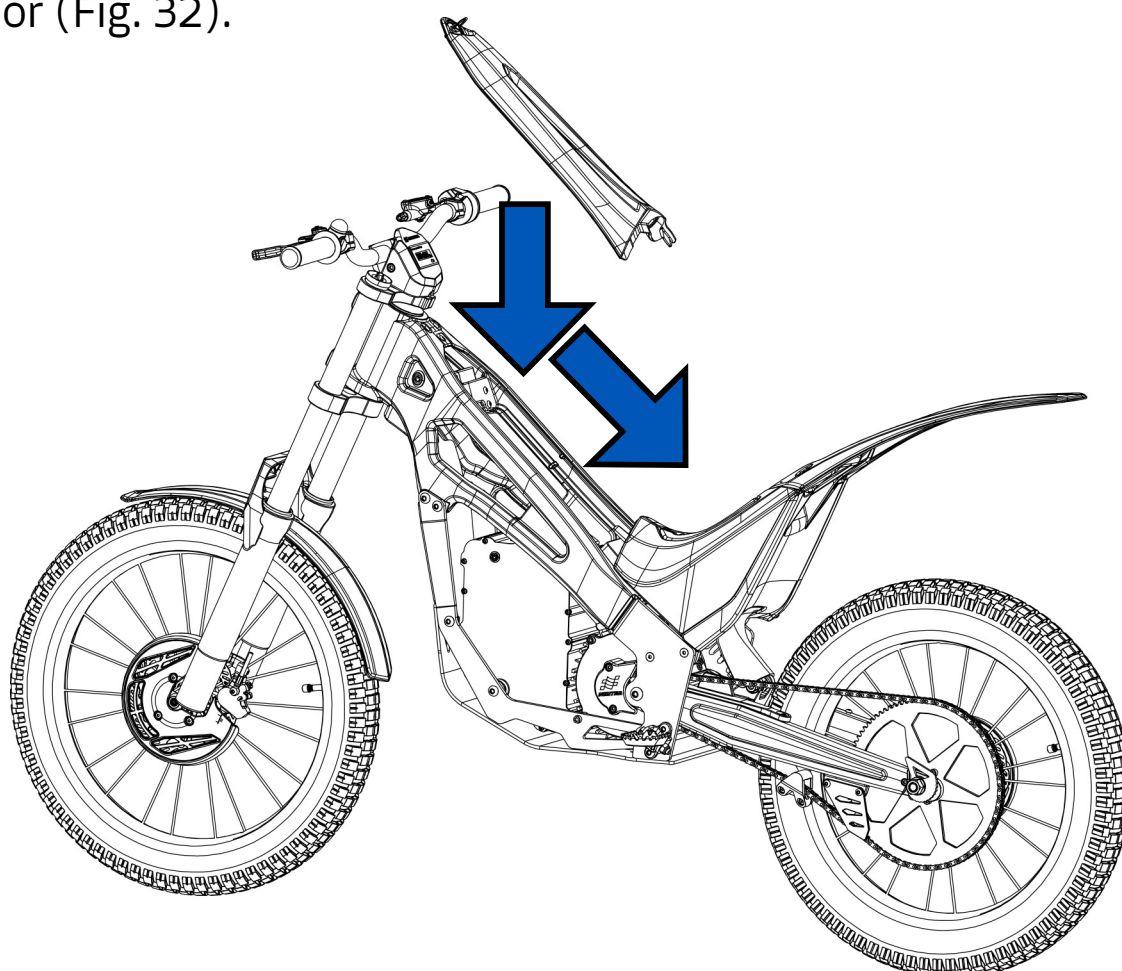

Fig. 32
- 6- A continuación, debe acoplar de forma correcta la carcasa superior en el bastidor (Fig. 32).